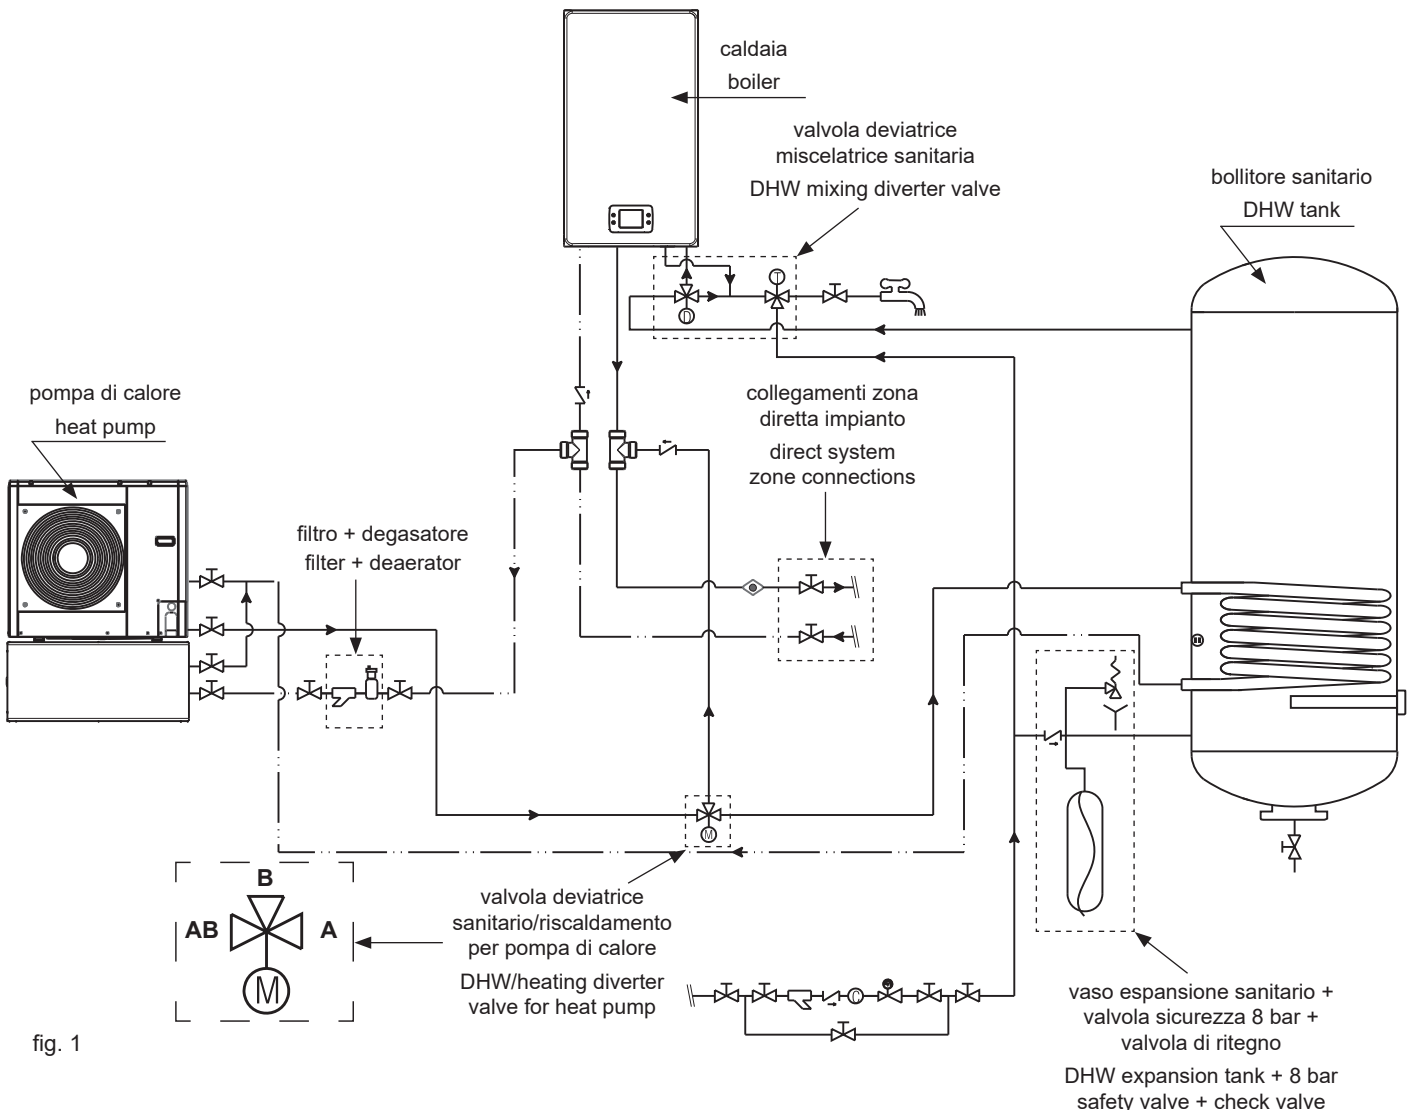

fig. 1
- Posizionare la valvola deviatrice come indicato nello schema idraulico (fig. 1).
- Position the diverter valve as indicated in the hydraulic diagram (fig. 1).